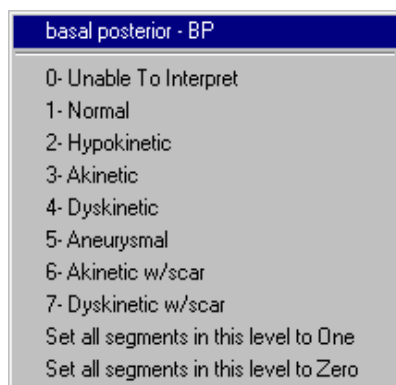

Abbildung 5-4: Stress-Echo-Bewertungsmenü
1. Steuern Sie mit dem TRACKBALL ein Segment in einem der Bewertungsdiagramme an und drücken Sie auf dem Bedienfeld die Taste **Menü** oder **Auswahl**. Ein Menüfenster wie in der folgenden Abbildung wird eingeblendet. Abbildung 5-4.
1. Steuern Sie mit dem TRACKBALL den Protokollnamen auf der linken Seite des Bildfensters an (der Cursor hat jetzt die Form einer Hand) und drücken Sie **Auswahl**. Ein Menüfenster wie in Abbildung 5-4 wird eingeblendet.
3. Steuern Sie mit dem TRACKBALL das gewünschte Segment in dem auszuwertenden Scheibendiagramm an und drücken Sie auf dem Bedienfeld die Taste **Menü**. Ein Menüfenster mit den Bewertungsoptionen wie in Abbildung 5-4 wird eingeblendet.